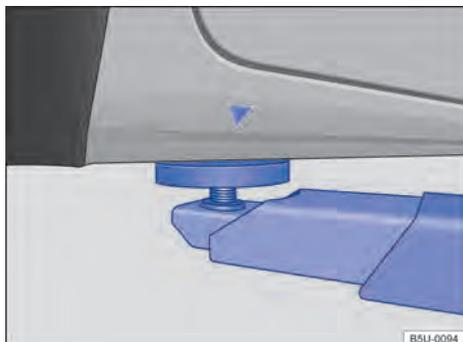
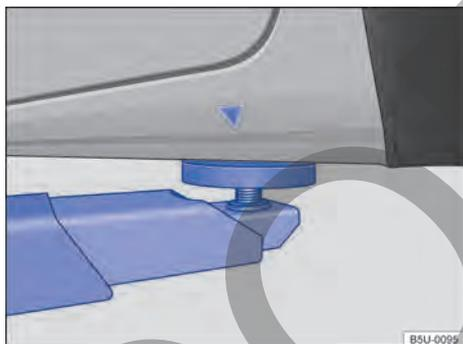

Fig. 175 Puntos de apoyo delanteros para la suspensión con plataforma elevadora o con gato.
Fig. 176 Puntos de apoyo traseros para la suspensión con plataforma elevadora o con gato.
El vehículo debe ser suspendido solamente por los puntos indicados en las figuras → fig. 175 y → fig. 176. Si el vehículo no está suspendido por los puntos indicados, pueden ocurrir daños en el vehículo → ⓘ y lesiones graves → ⚠.
- Suspender el vehículo solamente por los puntos indicados en las figuras → fig. 175 y → fig. 176. Si el vehículo no es suspendido por los puntos indicados, puede caer de la plataforma elevadora cuando, por ejemplo, se desmonta el motor o la suspensión.